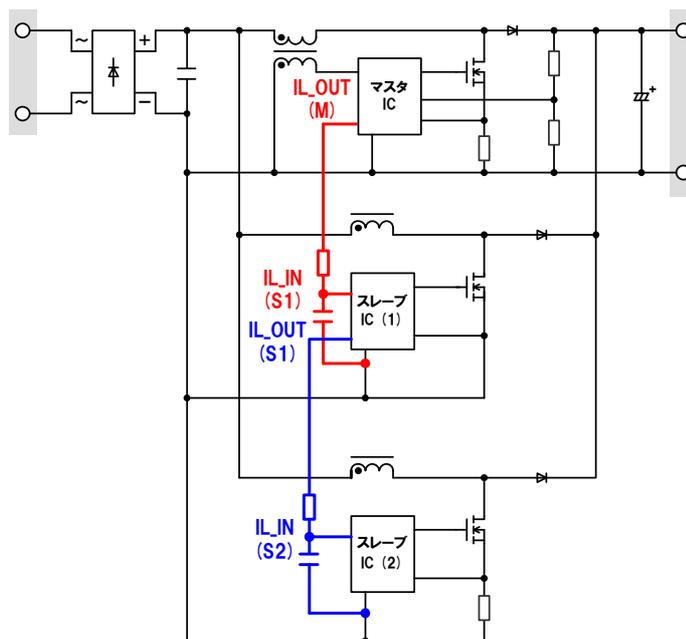

图 8 . 错相式连接示例
另外如图 8 所示，将 IL_OUT(S1)端子与次段从控 IC 的 IL_IN 端子(S2)相连接，可以进行 3 段以上的多段错相式工作。
作为防噪措施，如图 8 所示请在靠近 IL_IN 端子的地方插入电阻和电容。作为参考，推荐电阻阻值为 1k Ω ，电容值为 47pF。
- 2) 主控 IC 的 IL_OUT(M)信号以与 OUT(M)同步的信号输出。(波形 C, 箭头①)
- 3) 主控 IC 的 IL_OUT(M)信号如图 8 所示通过 CR 输入从控 IC 的 IL_IN(S1)。(波形 C, D, 箭头②)。